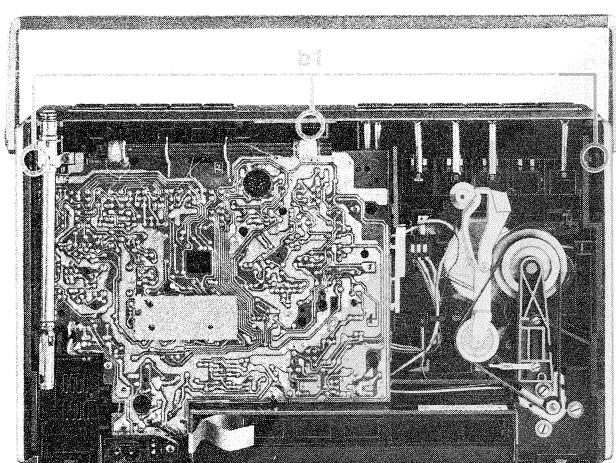

Abb. 2a Gehäuserahmen aus dem Gehäuse-Vorderteil ausbauen
- RR 200/300/400: (Abb. 2a und 2b)